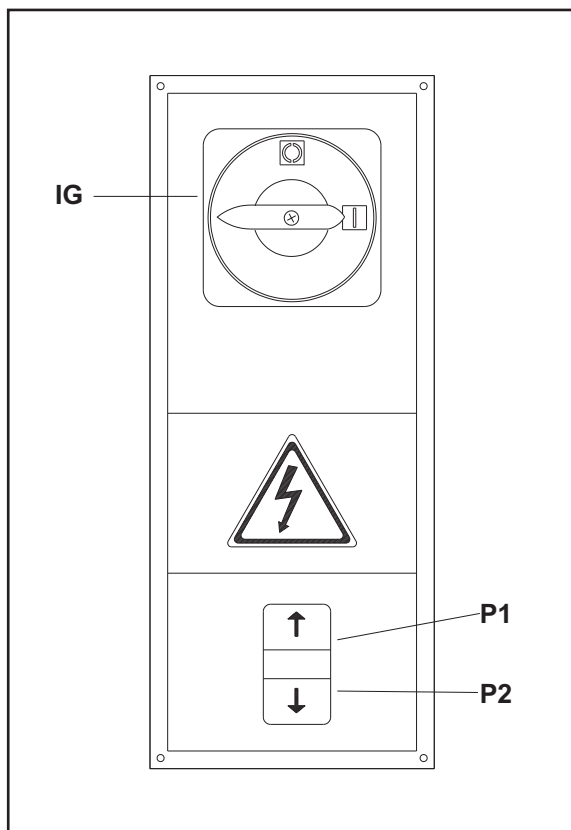

Fig.19 Abb.19
- Chiudere il coperchio del quadro elettrico, ruotare l'interruttore generale (IG, Fig.19) in posizione 1, premere il pulsante di salita (rif.P1, Fig.19) e, in caso di discesa dei carrelli, invertire tra loro 2 fasi dell'alimentazione .
- Close the electric panel, set the master switch (ref "IG" in fig. 19) to position 1, then press the LIFT button (ref.P1 in Fig.19); if the carriages descend, invert 2 of the power lines .
- 3) Refermer la porte du coffret électrique, tourner l'interrupteur (IG, fig. 19) sur la position 1 et actionner le poussoir de montée (rep. P1, fig. 19). En cas de descente des chariots, inverser deux des fils de l'alimentation électrique.
- 3) Die Schalttafelabdeckung schliessen, den Hauptschalter (IG, Abb.19) auf 1 stellen, die Aufstiegstaste (Ref. P1, Abb. 19) drücken. Falls die beiden Schliitten absteigen sollten, sind die beiden Speisephase umzukehren.
- 3)Sluit het elektrische paneel, zet de hoofdschakelaar ('IG' in Fig. 19) op 1, druk vervolgens op de knop OMHOOG (P1 in Fig. 19). Wissel als de wagens omlaag bewegen 2 van de voedingskabels.
QUADRO COMANDI FIG.19
CONTROL BOX FIG.19
COFFRET DE COMMANDE FIG. 19
STEUERTAFEL ABB.19
BEDIENINGSKAST Fig. 19